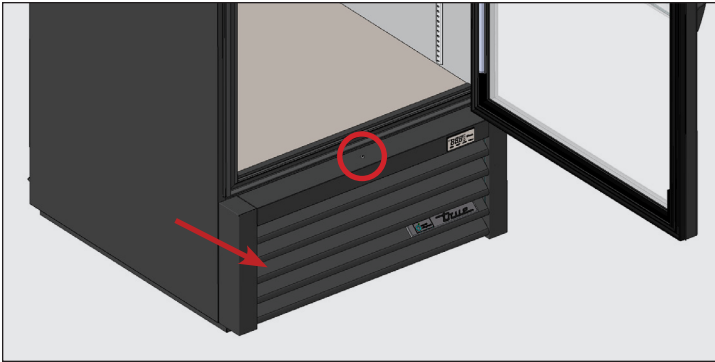

Fig. 1. Ubicación de los tornillos de la rejilla frontal. Retire cuidadosamente la rejilla.
2. Retire la rejilla frontal del aparato. Véase la fig. 1.